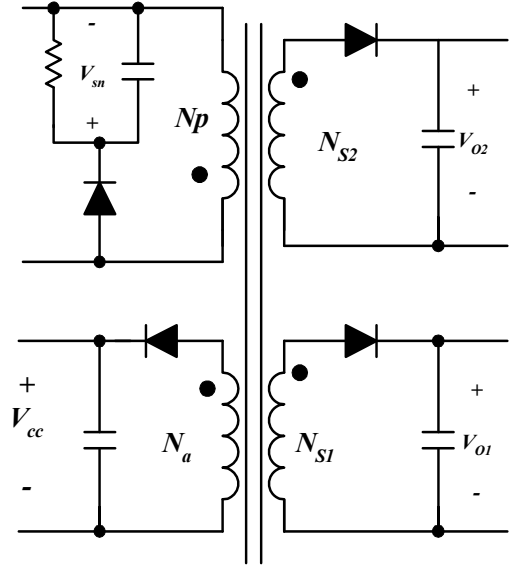

图 8 初级端线圈
- **过压保护 (OVP) 敏感度**：当异常情况导致输出电压大于正常工作值时，Vcc 电压也会增加。FPS 使用 Vcc 电压来间接监控次级端过压情况。然而如图 8 所示，一个 RCD 缓冲器网络充当了另一个输出，Vcc 电压也受到缓冲器电容电压的影响。由于缓冲器电压随着漏极电流的增加而增加，因此 FPS 过压保护不仅会在输出过压时触发，也会在过载时触发。